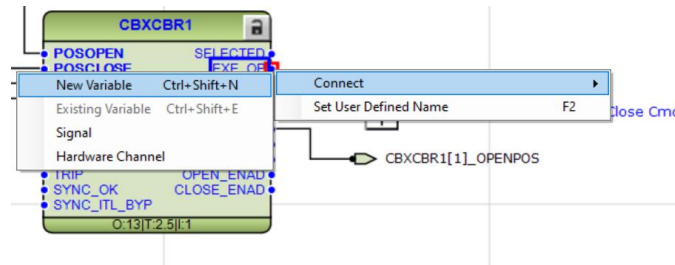

Imagen 277_Conexión de una nueva variable al puerto de salida EXE_OP del bloque CBXCBR1.
4.1.42 Posteriormente se conectará una nueva variable a la salida, la cual se hará seleccionando “Connect - New Variable” como se observa en la **Imagen 277**.